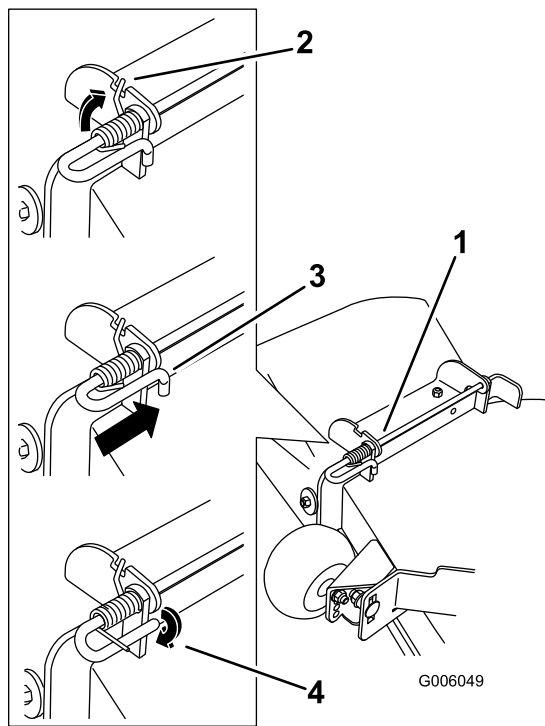

Figura 66
4. Levante el extremo largo del muelle y colóquelo en la muesca del soporte de montaje del deflector (Figura 66).
5. Fije el conjunto de varilla y muelle torciéndolo de manera que el extremo corto de la varilla pueda colocarse detrás del soporte delantero que está soldado a la plataforma (Figura 66).